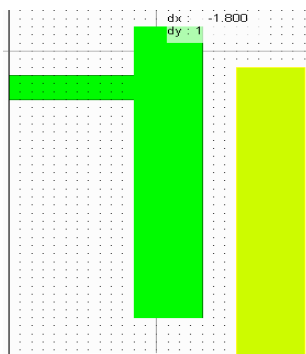

Рис. 6.21
- Установите курсор на второй проводник, нажмите левую кнопку мышки и, не отпуская кнопки, переместите второй проводник так, чтобы появившиеся относительные координаты смещения были равны **dx:-1.8** и **dy:1**. Оба проводника должны соединиться, как показано на рис. 6.21.